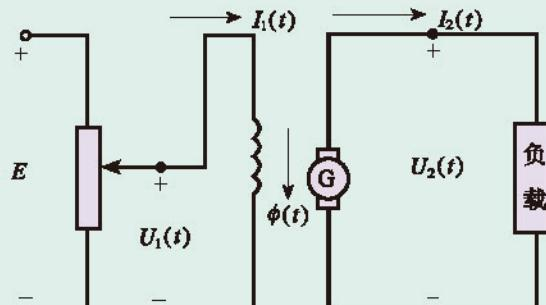

图4-17 手动调压系统
(1) 查阅电冰箱的资料，试说明电冰箱温度控制的工作过程。
(2) 试说明自行车、汽车或拖拉机行驶方向控制的工作过程。
(3) 试说明手动调压系统(图4-17)的工作过程。